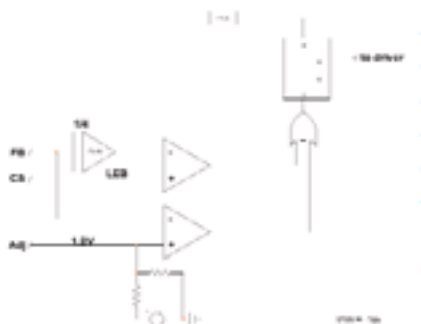

Figure 2a. Un comparateur surveille en permanence la broche FB.
en modulant I_p sachant que L_p et la fréquence de découpage F_{sw} ne varient pas. I_p est en fait lu par l'intermédiaire d'un shunt résistif inséré en série avec le MOSFET de puissance. La tension ainsi obtenue polarise la broche *Current Sense* (CS) du NCP1200. Cette tension subit ensuite une comparaison avec la tension appliquée sur la broche FB, mais divisée en interne par 4 (figure 2a). FB représente l'image électrique du secondaire (isolé) mais véhiculée au primaire par l'intermédiaire d'un composant isolant (souvent un opto-coupleur). Si la puissance demandée par la charge est élevée, FB se trouve à un niveau haut (jusqu'à 4 V) et impose un courant pic primaire important. À l'inverse, un faible niveau sur FB témoigne d'une faible puissance de sortie. Dans tous les cas, le rapport cyclique s'ajuste afin de satisfaire la formule sus-citée. Cependant, lorsque la charge de sortie a disparu, le rapport cyclique a fortement diminué mais sa récurrence est toujours F_{sw} (40 Hz par exemple). Or, chaque cycle engendre des pertes de commutation qui dégrade la puissance de veille, paramètre que le NCP1200 s'efforce de réduire au maximum. L'un des moyens simples de diminuer la puissance de veille, consiste alors à sauter des cycles de commutation lorsque la puissance de sortie diminue. Le NCP1200 combine ainsi une mode de fonctionnement à fréquence fixe (charge moyenne à nominale) avec un saut de cycle automatique à petite puissance. La mise en oeuvre de cette technique ne demande qu'un simple comparateur comme l'indique la figure 2a :